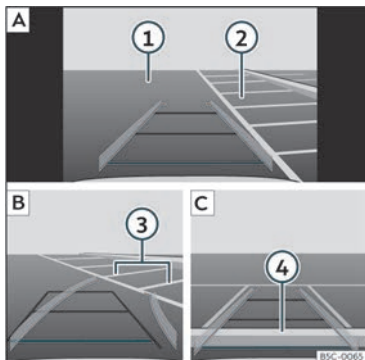

Fig. 185 Affichage à l'écran du système d'infodivertissement : stationner avec l'assistant de marche arrière.
Légende de la **fig. 185** :
- Placez le véhicule en face de la place de stationnement >>> **fig. 185** **2** **A**.